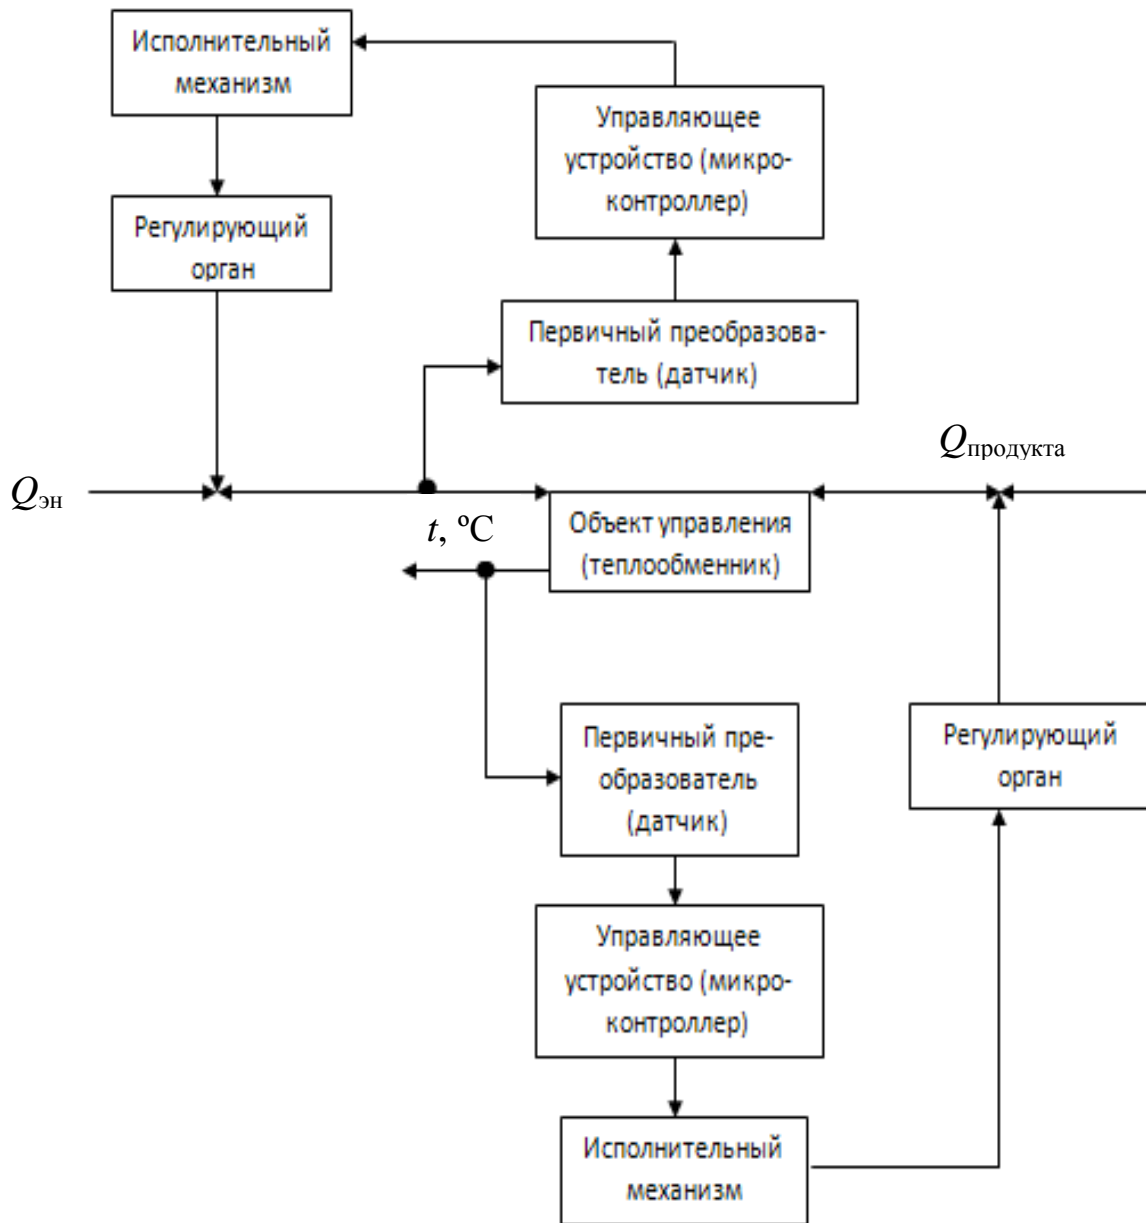

Рис. 3
3. Укажите, какой принцип регулирования температуры продукта на выходе из теплообменника применен в структуре управления на рис. 3.